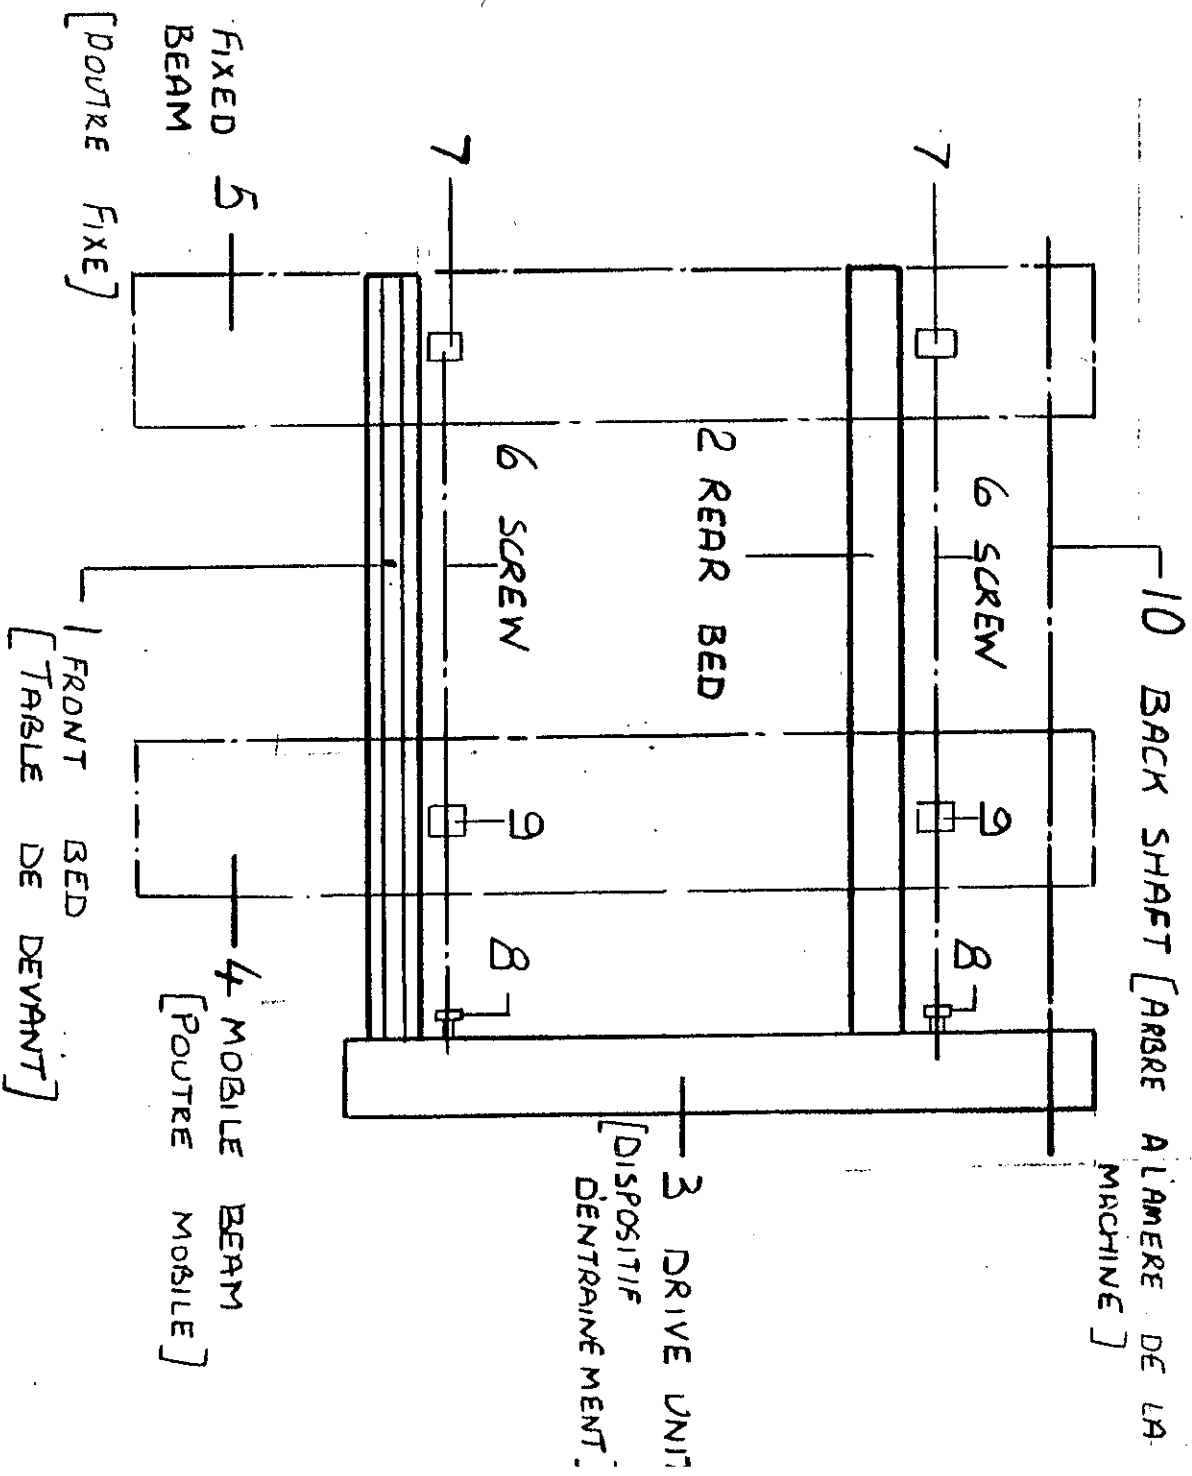
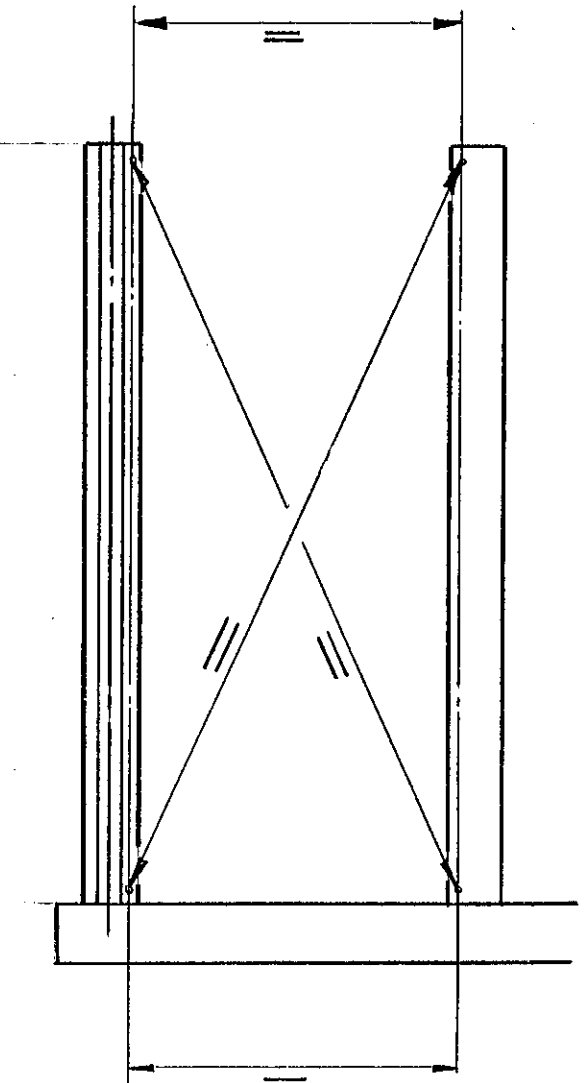

FIG 1
FIG 2
1. Poser la plaque de socle, réf. 1, sur le plancher dans la position requise avec un bloc de levage sous chacune des vis de levage comme illustré sur la figure 1 (LA PLAQUE DE SOCLE AVANT EST MUNIT D'UNE BARRE DE TRACTION RONDE).
2. Présenter le socle arrière, réf. 2, figure 1, en place et le socle central s'il est monté sur le plancher dans la position requise avec un bloc de levage sous chacune des vis de levage. Vérifier le parallélisme et la mise à l'équerre. Voir figure 2.
3. Positionner l'ensemble d'entraînement, réf. 3, figure 1, sur les pieds de positionnement dans chaque socle et en effectuer la fixation avec les vis fournies.
6. Lever la poutre mobile, réf. 4, figure 1, conformément aux instructions d'élingage, voir page 2, et en effectuer le positionnement sur les pieds de positionnement situés dans le chariot et en effectuer la fixation avec la vis fournie.
7. Lever la poutre fixe, réf. 5, figure 1, conformément aux instructions d'élingage, voir page 2, et en effectuer le positionnement sur les pieds de positionnement situés dans le chariot et le socle arrière. En effectuer la fixation avec les vis fournies au chariot et avec la pince de serrage au socle arrière.
8. Mettre les vis transversales, réf. 6, figure 1, en position à travers le support de tension, réf. 8, figure 1. Assembler les roulements de butée et les contre-écrous - voir figure 5 - avant de positionner la clavette dans l'ensemble de réduction.
9. Présenter les paliers fixes, réf. 7, figure 1, sur les pieds de positionnement situés dans la poutre fixe et en effectuer la fixation avec les vis fournies.
11. Vérifier si la poutre mobile est parallèle à la poutre fixe à 0,1 mm près de l'avant à l'arrière et positionner les écrous de vis transversales, réf. 9, figure 1, sur la poutre mobile; on peut obtenir ce résultat en faisant tourner l'arbre d'entraînement dans l'ensemble d'entraînement, en faisant coulisser un accouplement hors de l'arbre pour que l'on puisse faire tourner chaque vis indépendamment. Une fois le positionnement obtenu, monter les pieds de positionnement et en effectuer la fixation avec les vis fournies. Remonter l'accouplement.